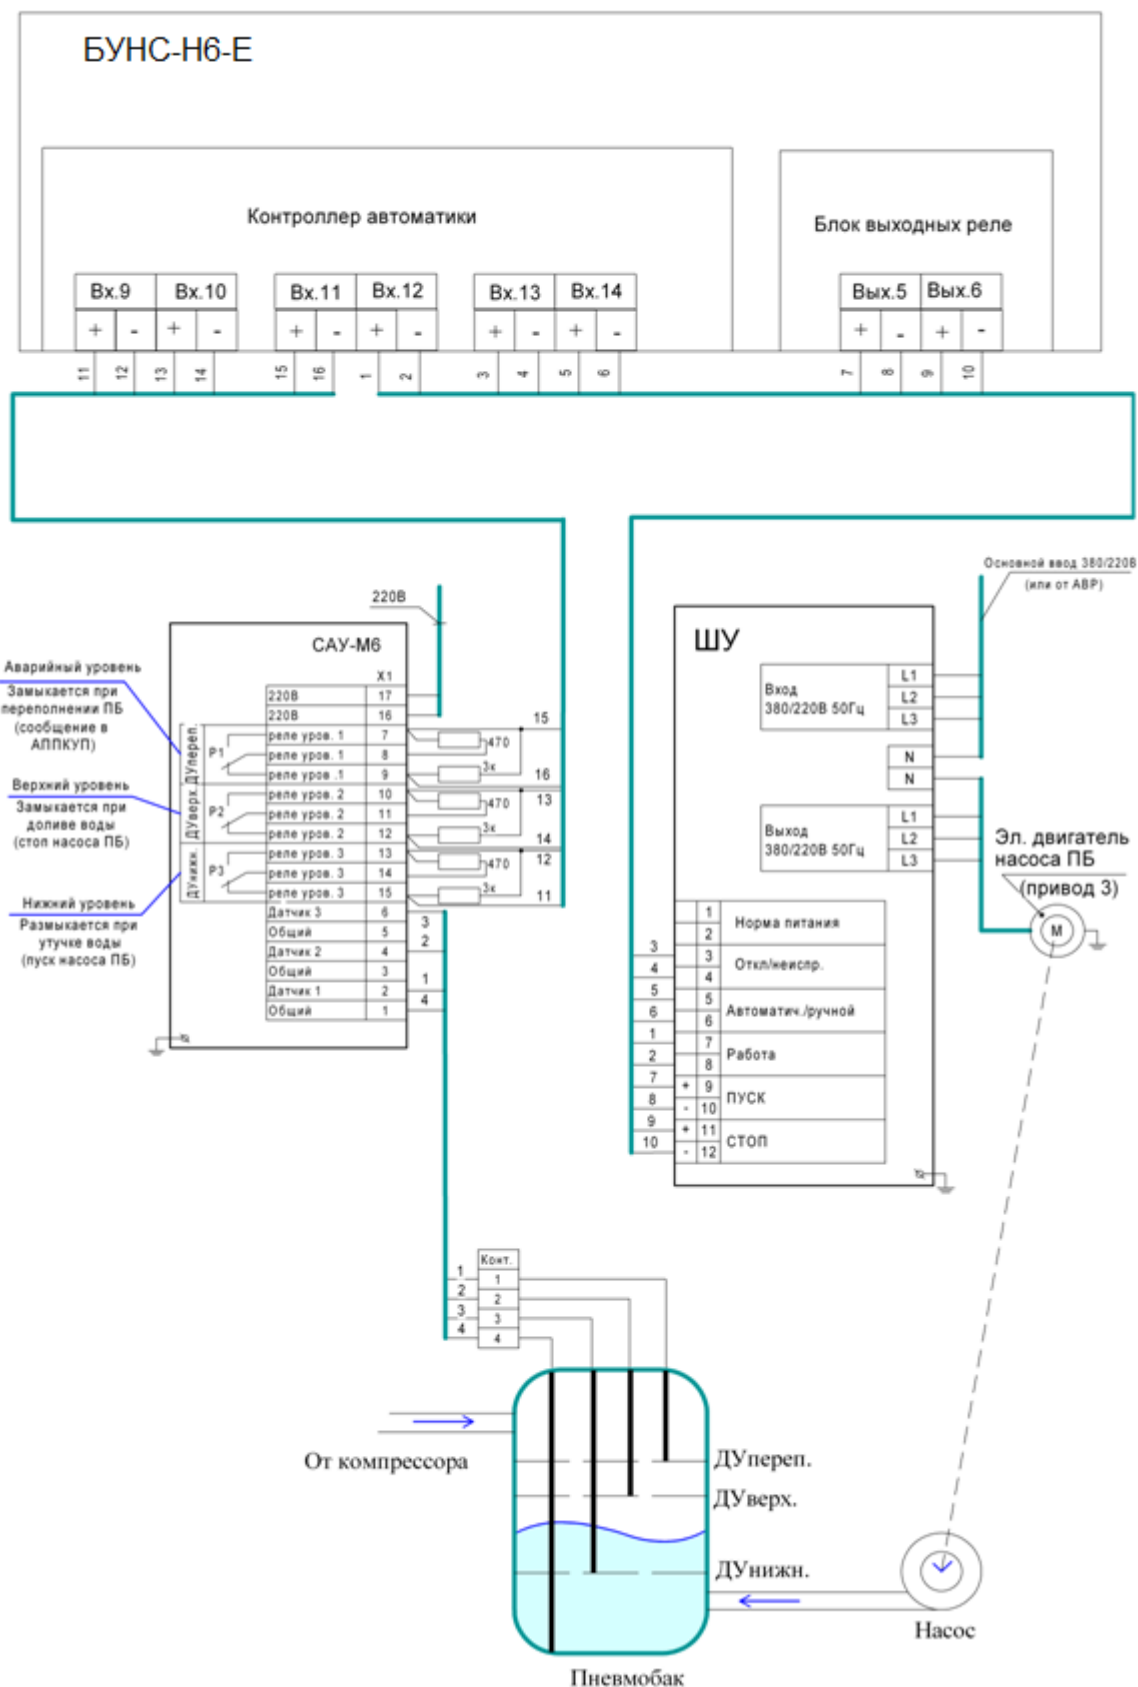

Рисунок 5.6
- рисунок 5.6 – насоса пневмобака – привод 3;